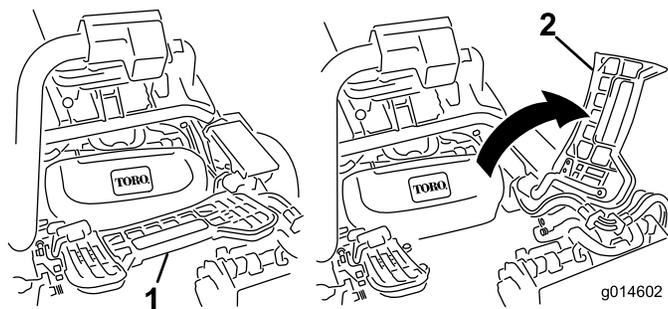

图 35
2. 提起搁脚板并翻开，以便接触到中间滚刀组位置（图 35）。